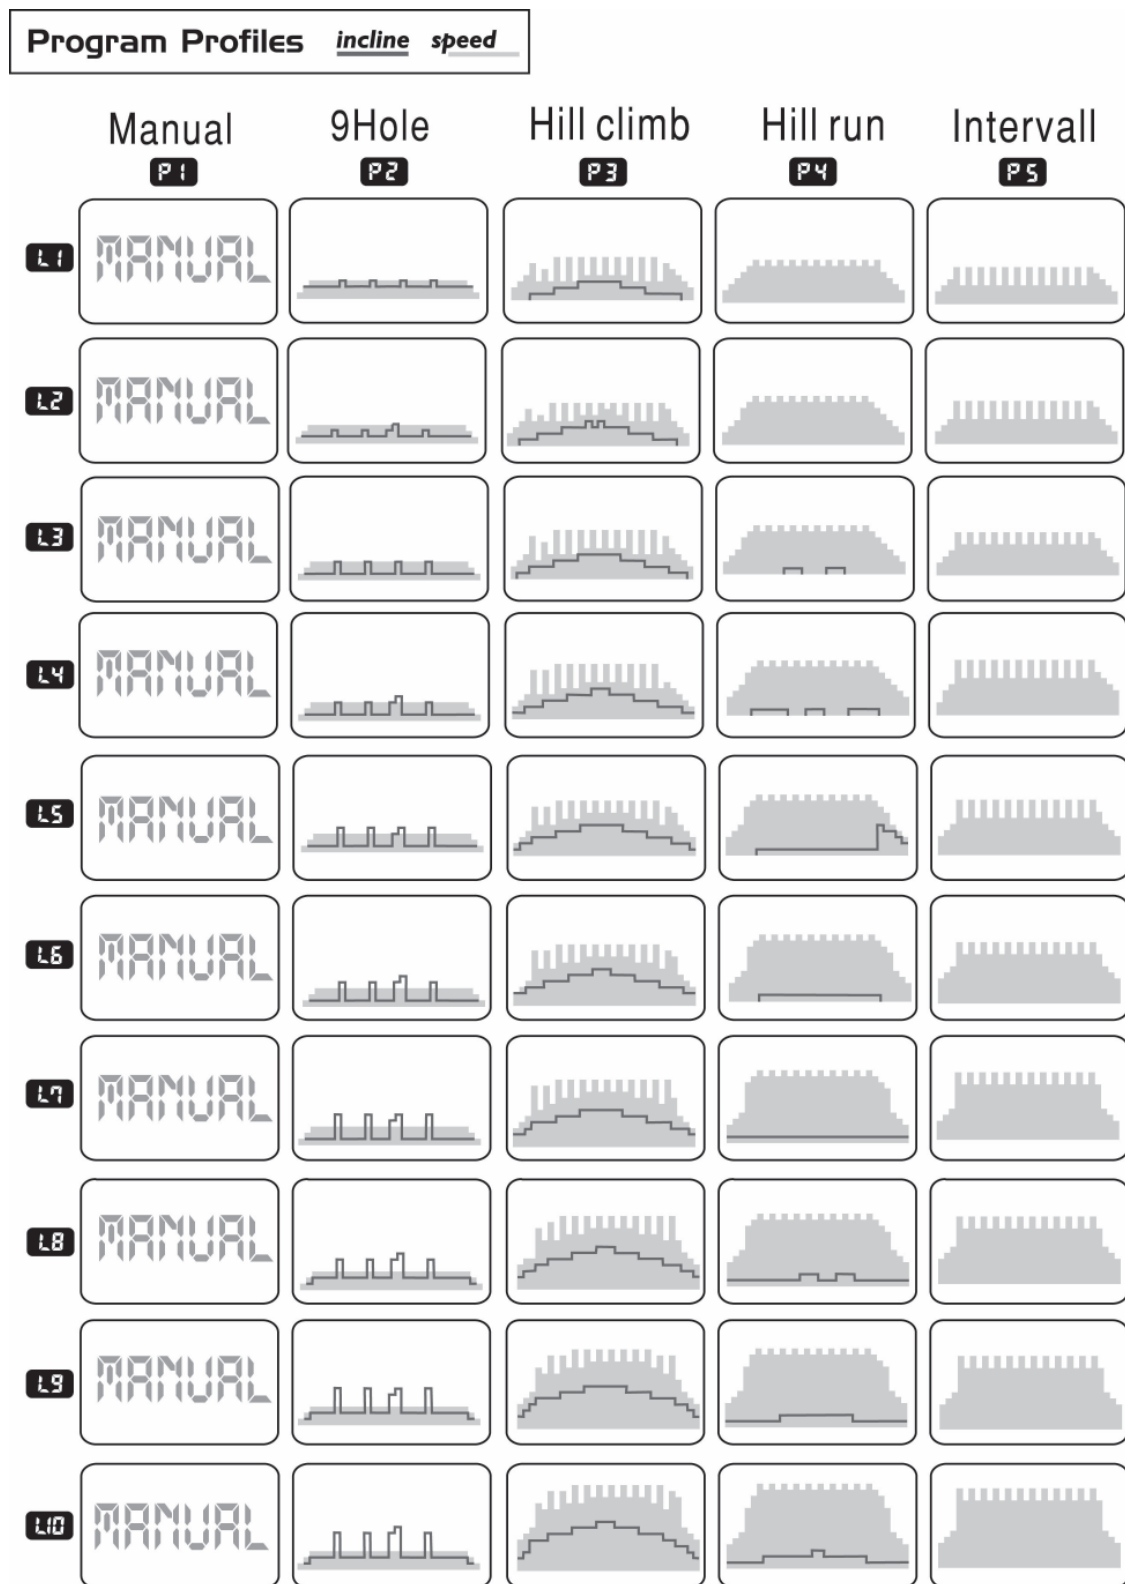
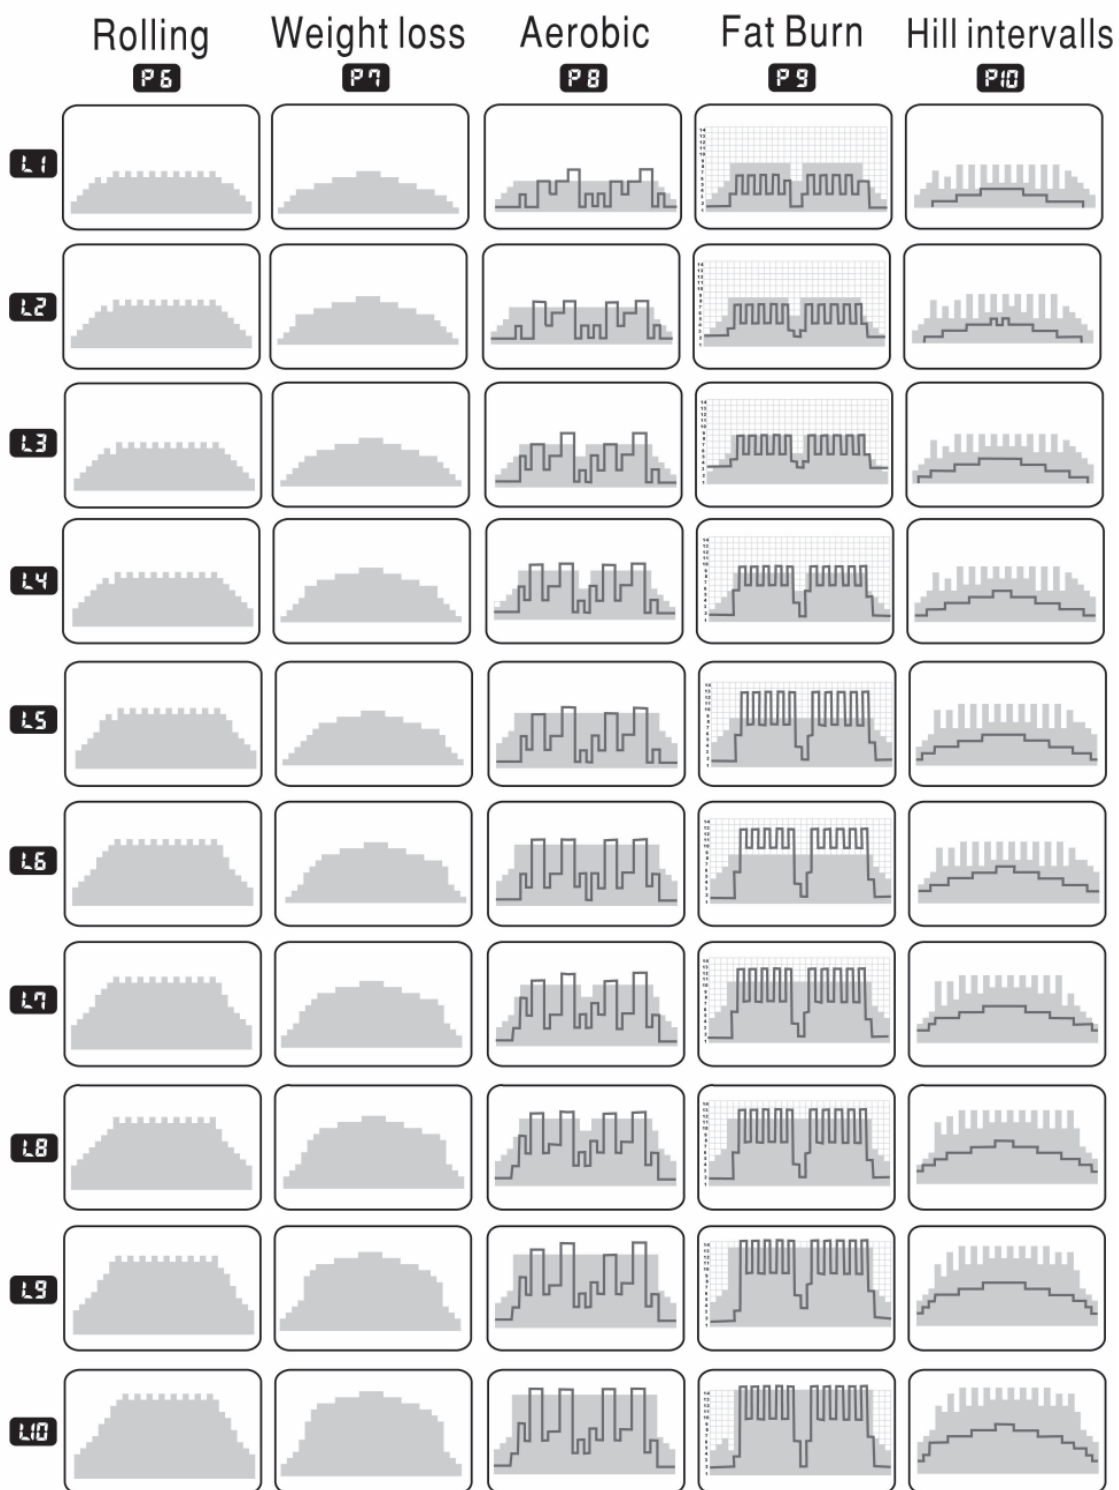

Fig. 25
Fig. 26
- I grafici nelle pagine seguenti (Fig. 25- Fig. 26) mostrano il profilo dei programmi di allenamento preimpostati, illustrando lo sviluppo nel tempo in relazione alla velocità del tappeto, alla sua inclinazione e al livello di difficoltà scelto.